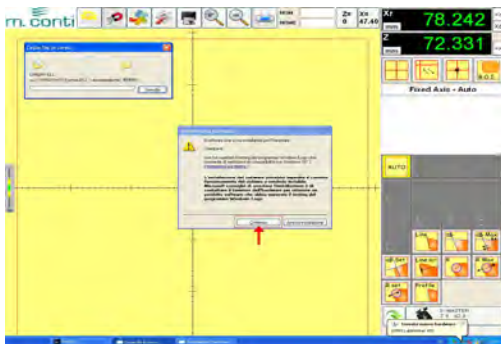

fig. S1
1. Brancher l'imprimante (ex. Dymo 450) au banc de préréglage; la page vidéo illustrée en fig. S1 s'affiche à l'écran